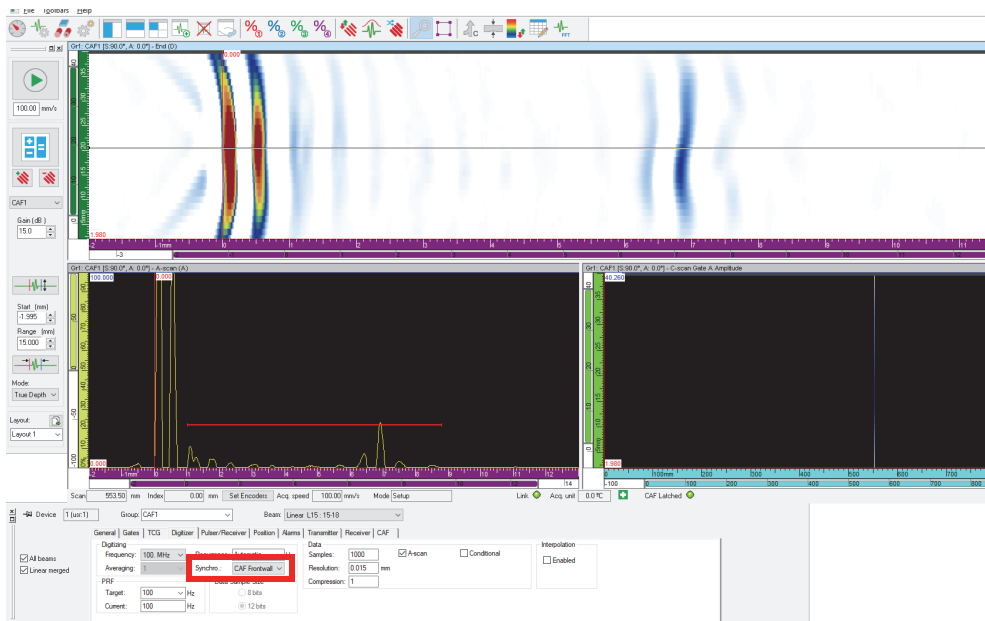

Figura 4-61 CAF sincronizada
9. Seleccione **Ajuste UT > Digitalizador**, sincronice el grupo CAF con el algoritmo (ver Figura 4-61 en la página 166); a continuación, determine el rango UT.